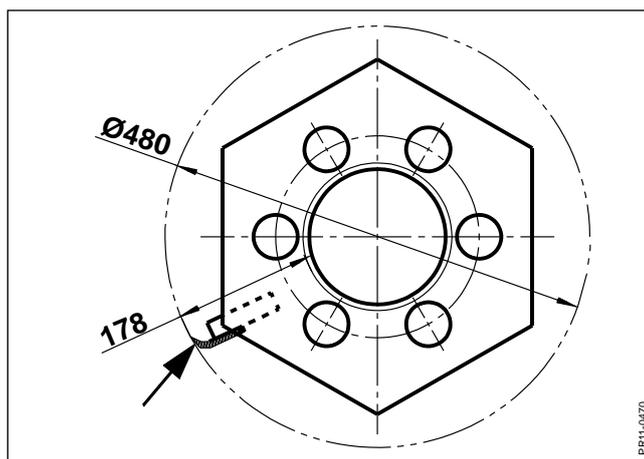

Abb. 4-25
**Abb. 4-25** Beim Montieren neuer Messer müssen sie herausgezogen werden, sodass der Außendurchmesser am Rotor 480 mm beträgt (Abstand Rotorrohr zum Messer = 178 mm).